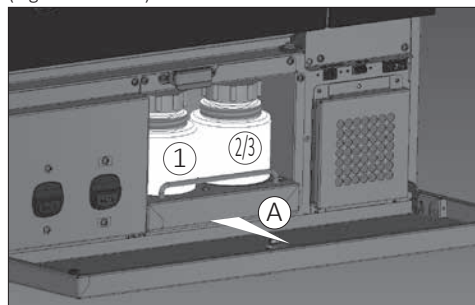

Fig. 11.1
Os contentores dos líquidos estão posicionados na base da máquina no interior de uma porta fechada à chave (Fig. 11.1 e 11.2).
Contentores de produtos (Fig. 11.1 e 11.2):
- 1) Puxar manualmente e extrair a gaveta (A Fig. 11.1).